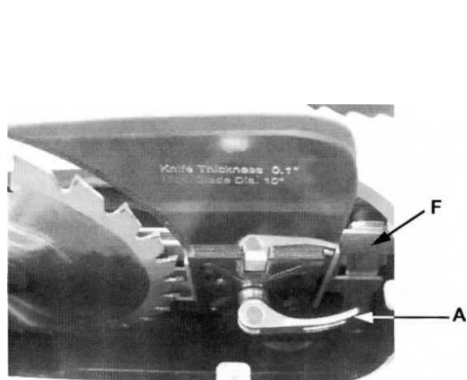

рис. 14
4. Потяните ручку (А см. рис. 14) и снимите расклинивающий нож, делая заметки, в каком направлении расклинивающий нож должен быть подвинут с целью приведения
4. Затяните винты (E) в отверстиях.
5. Повторно вставьте расклинивающий нож; сожмите фиксирующую ручку (A, рис. 14) и проверьте расстояние между пильным диском и расклинивающим ножом от 3 мм до 8 мм (иллюстрация 16).